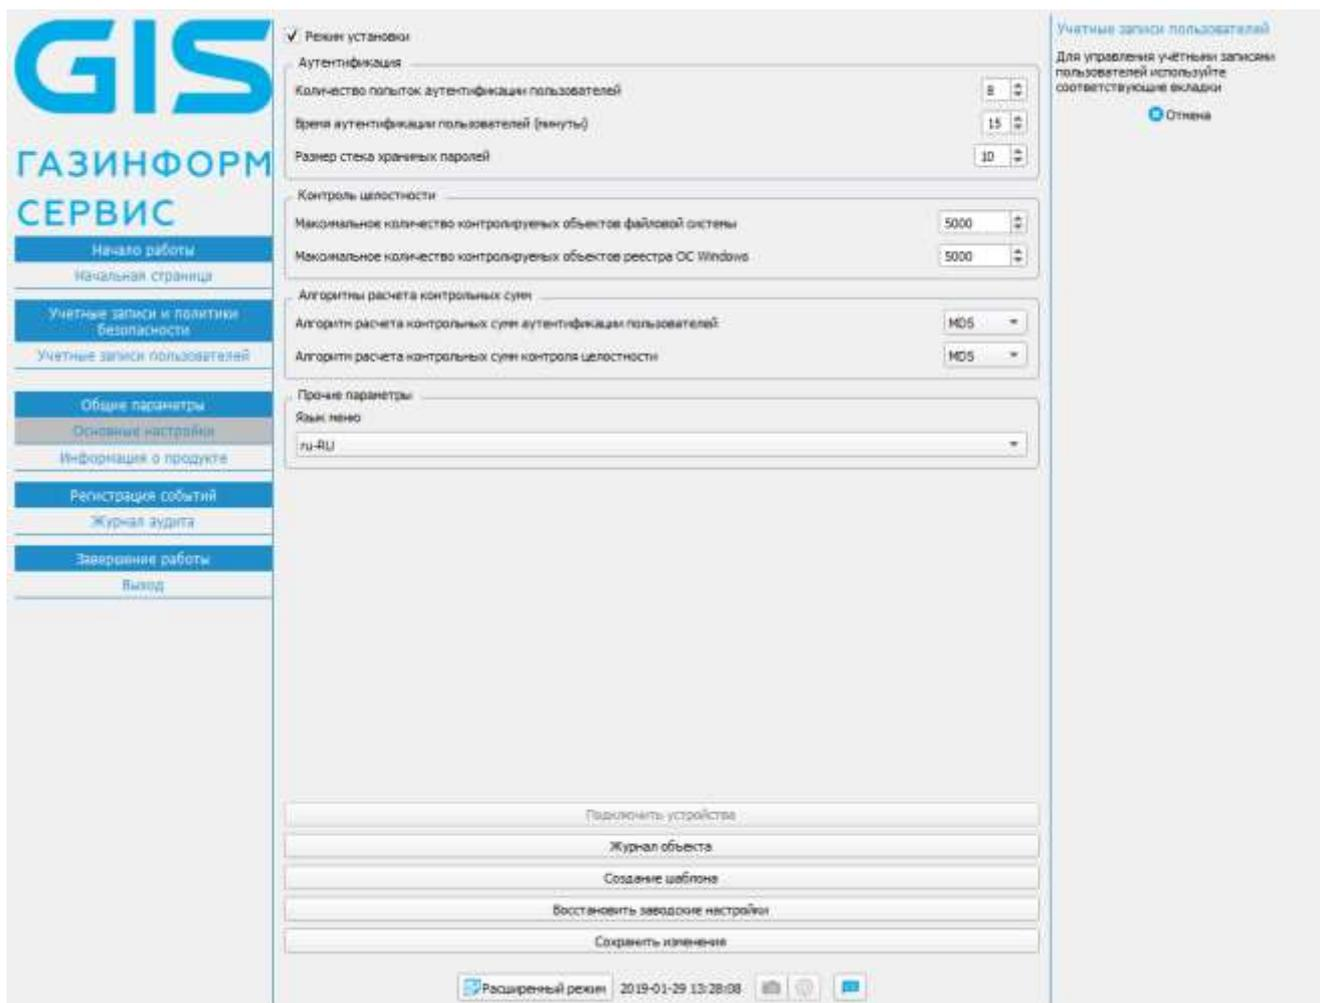
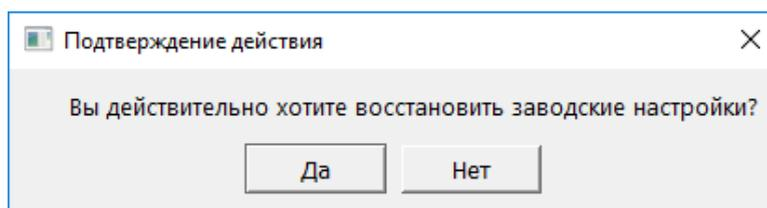

Рисунок 2.3 – Содержимое окна «**Основные настройки**»
Рисунок 2.4 – Подтверждение восстановления заводских настроек изделия
2.3 Для восстановления параметров изделия к стандартным заводским настройкам из графической консоли АБ Linux/Windows необходимо в главном окне консоли АБ Linux/Windows перейти в раздел **«Основные настройки»** и нажать на кнопку **«Восстановить заводские настройки»** (рисунок 2.3), при этом на экран ЭВМ будет выведено диалоговое окно для подтверждения восстановления настроек (рисунок 2.4).